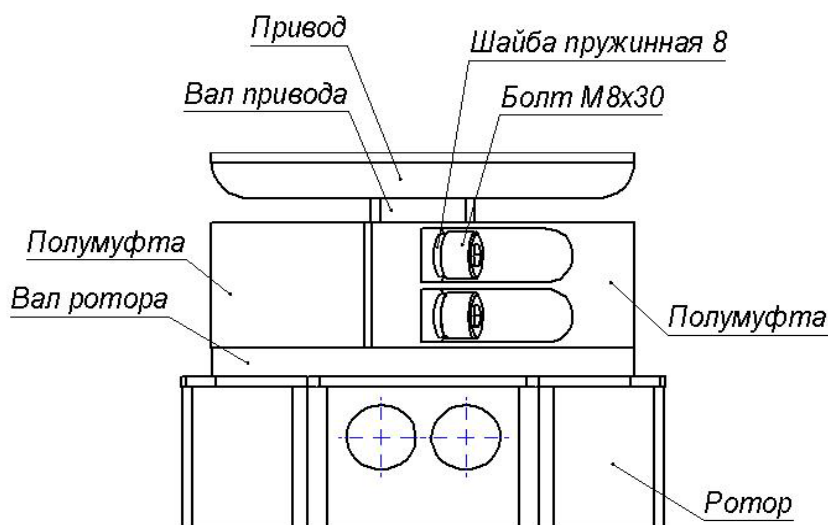

Рисунок 13 – Муфтовое соединение (16) вала привода исполнительного механизма с валом ротора (1)
Затем соедините вал ротора с валом исполнительного механизма посредством муфтового соединения (16), состоящего из двух полумуфт, используя четыре болта *M8x30* с пружинными шайбами 8 (см. рисунок 13).
8.2.23 Проверьте вертикальность положения ротора с помощью уровня. При необходимости устраните отклонения от вертикальности путём смещения в пределах допуска монтажных отверстий нижнего узла вращения (5), листа (12) и балки (13). Окончательно затяните болты и винты креплений указанных элементов турникета.
- с обоих торцов балки привода (13) отверните четыре винта *M4x20* с шайбами *M4*, крепящие кожух (14), приподнимите его и снимите с балки;
- придерживая полумуфты, отверните болты муфтового соединения (16) и снимите полумуфты (рисунок 13);
- аккуратно приподнимая, снимите ротор (1) с нижнего узла вращения (5), с небольшим наклоном выведите его из турникета и положите на устойчивую поверхность;